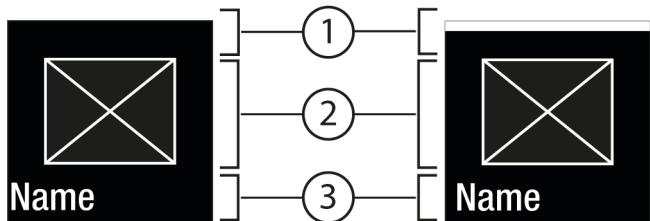
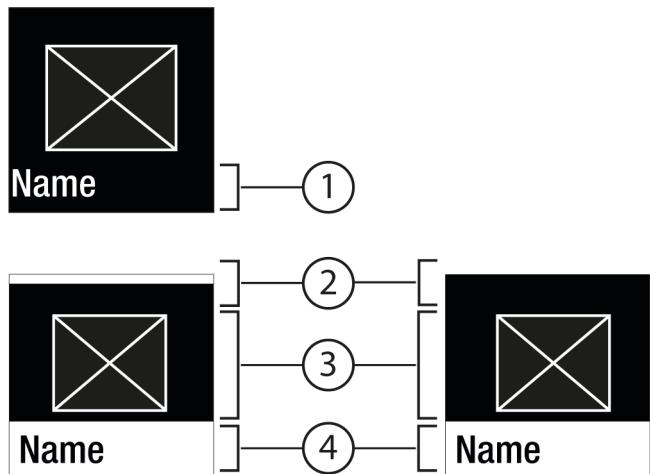

Fig. 7
Fig. 8
- С помощью Подтвердить Fig. 6 (2) вызвать Подменю Fig. 8 (4).
- Установка нового значения: С помощью Подтвердить Fig. 6 (2) выбрать деактивированное значение Fig. 7 (1).
- Назад в меню: С помощью Подтвердить Fig. 6 (2) выбрать уже активированное значение Fig. 7 (2).
- ▷ Состояние: активировано Fig. 7 (1) появляется ненадолго в Подменю Fig. 8 (4).